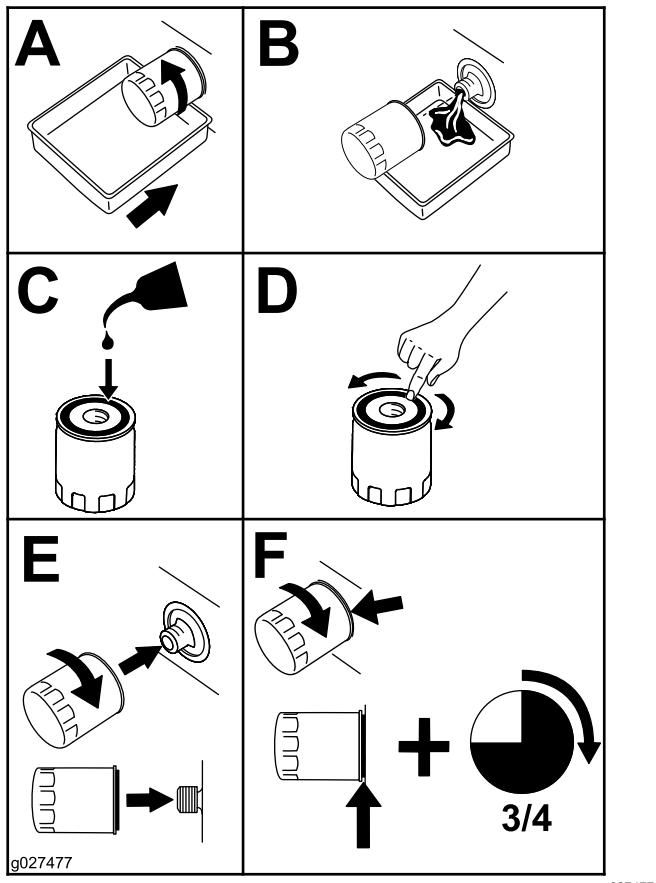

Figura 48
5. Cambiate il filtro dell'olio del motore (Figura 48).